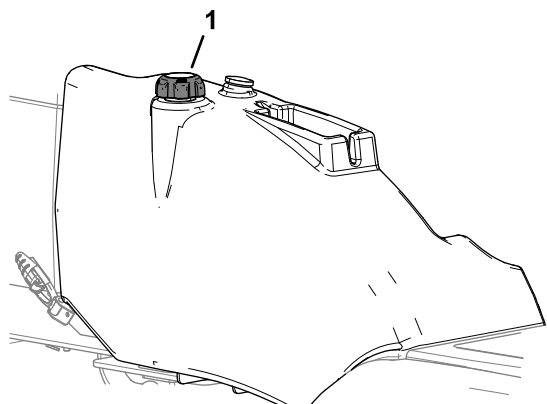

Figura 16
3. Togliete il tappo dal serbatoio carburante (Figura 16).